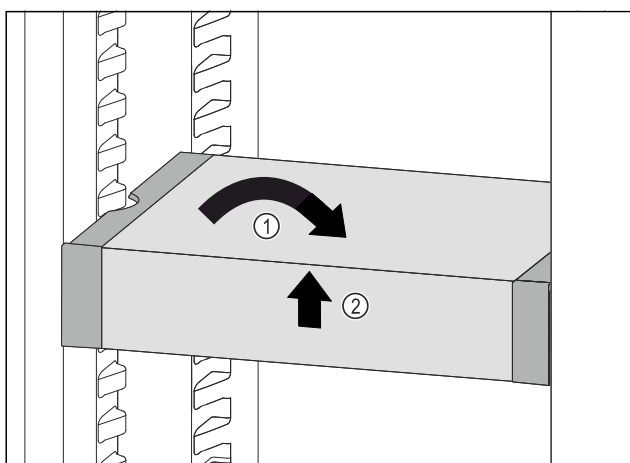

Fig. 123
- Predal VarioSafe postavite ravno. Fig. 123 (1)
- Predal VarioSafe dvignite spredaj. Fig. 123 (2)